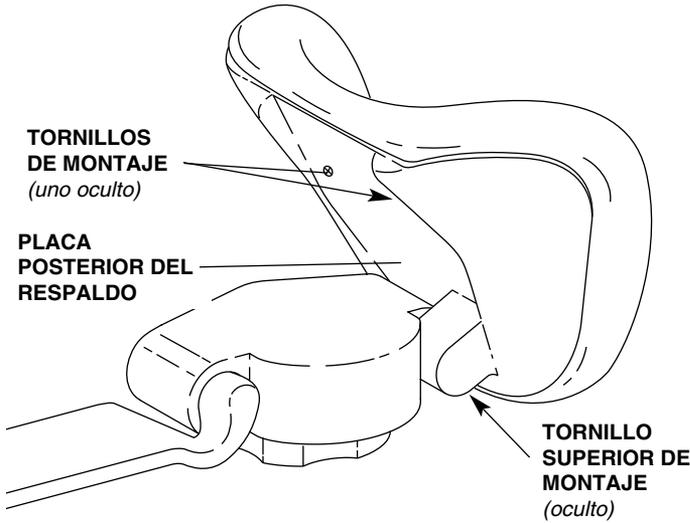

Figura 9. Sustitución de la tapicería del reposacabezas
3. Gire el reposacabezas 45° hacia atrás para acceder a los dos tornillos Phillips de montaje situados en la parte inferior de la placa posterior del reposacabezas (véase la Figura 9). Extraiga los dos tornillos y el cojín del reposacabezas.